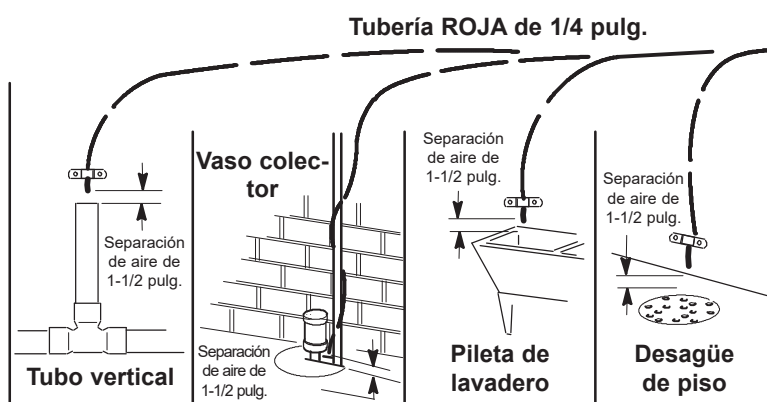

FIG. 12
Tienda la tubería de desagüe a un drenaje existente en la casa. Un desagüe de piso, pileta de lavadero, un tubo vertical, un vaso colector, etc. son drenajes aptos. Vea la Fig. 12. Este tipo de drenaje es el preferido por sobre el adaptador de desagüe del colector en P.
4. Tienda la tubería al punto de desagüe y fíjela al extremo con un soporte (no incluido). Deje una separación de aire de 1 1/2 pulg. entre el extremo del tubo y el desagüe. Vea la Fig. 12.